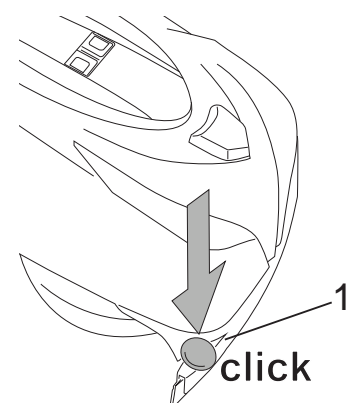

Fig.2B
- Monteer het bumperwiel (Fig.2B-Ref.1).